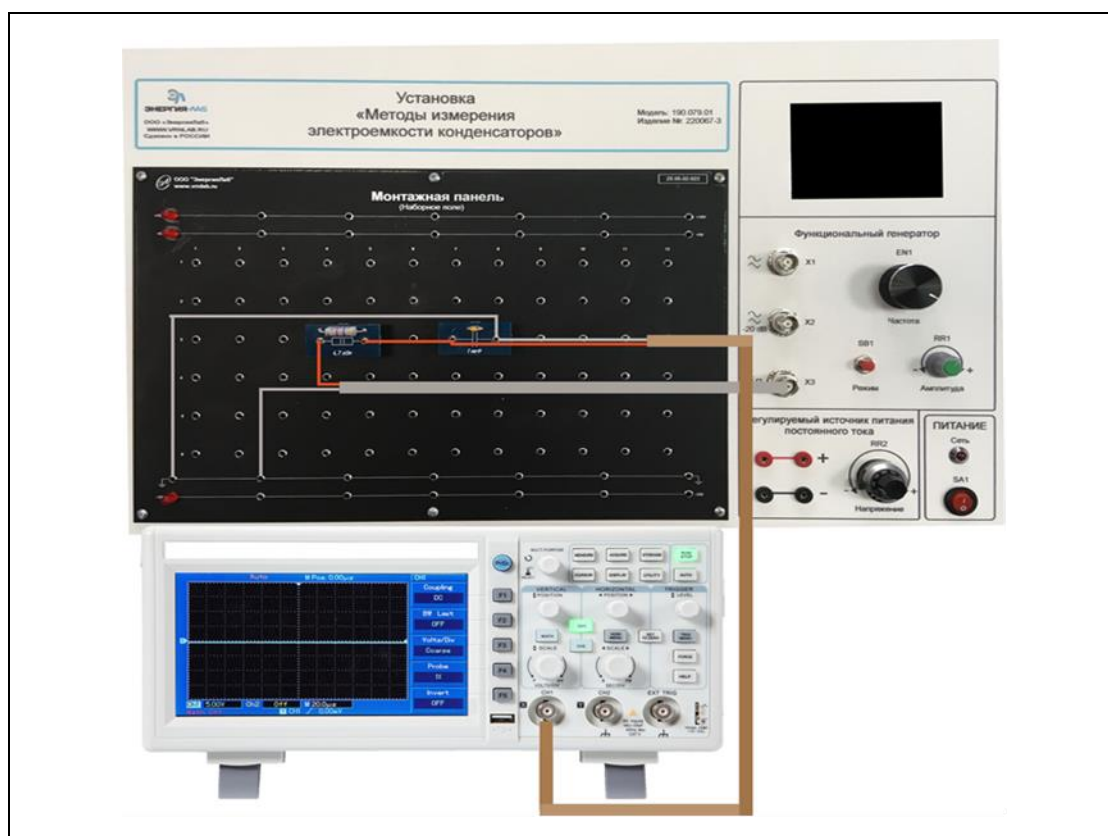

Рис. 6. Схема подключения осциллографа к RC цепи
1. Соберите RC цепь (рис. 6), подключите мультиметр в режиме вольтметра (выбрать масштаб 20 В), включите источник питания постоянного тока, задайте значение напряжения 2,6 В. **Обратите внимание, что конденсатор при этом зарядится только до $U_c=2,52$!**
Соберите RC цепь (рис. 6) Возьмите $R=10\text{ кОм}$ и $C = 1\text{ мкФ}$. Соблюдайте полярность. Постоянная времени этой пары равна $\tau=RC=10\text{мс}$. Нужно проверить это значение с помощью осциллографа.